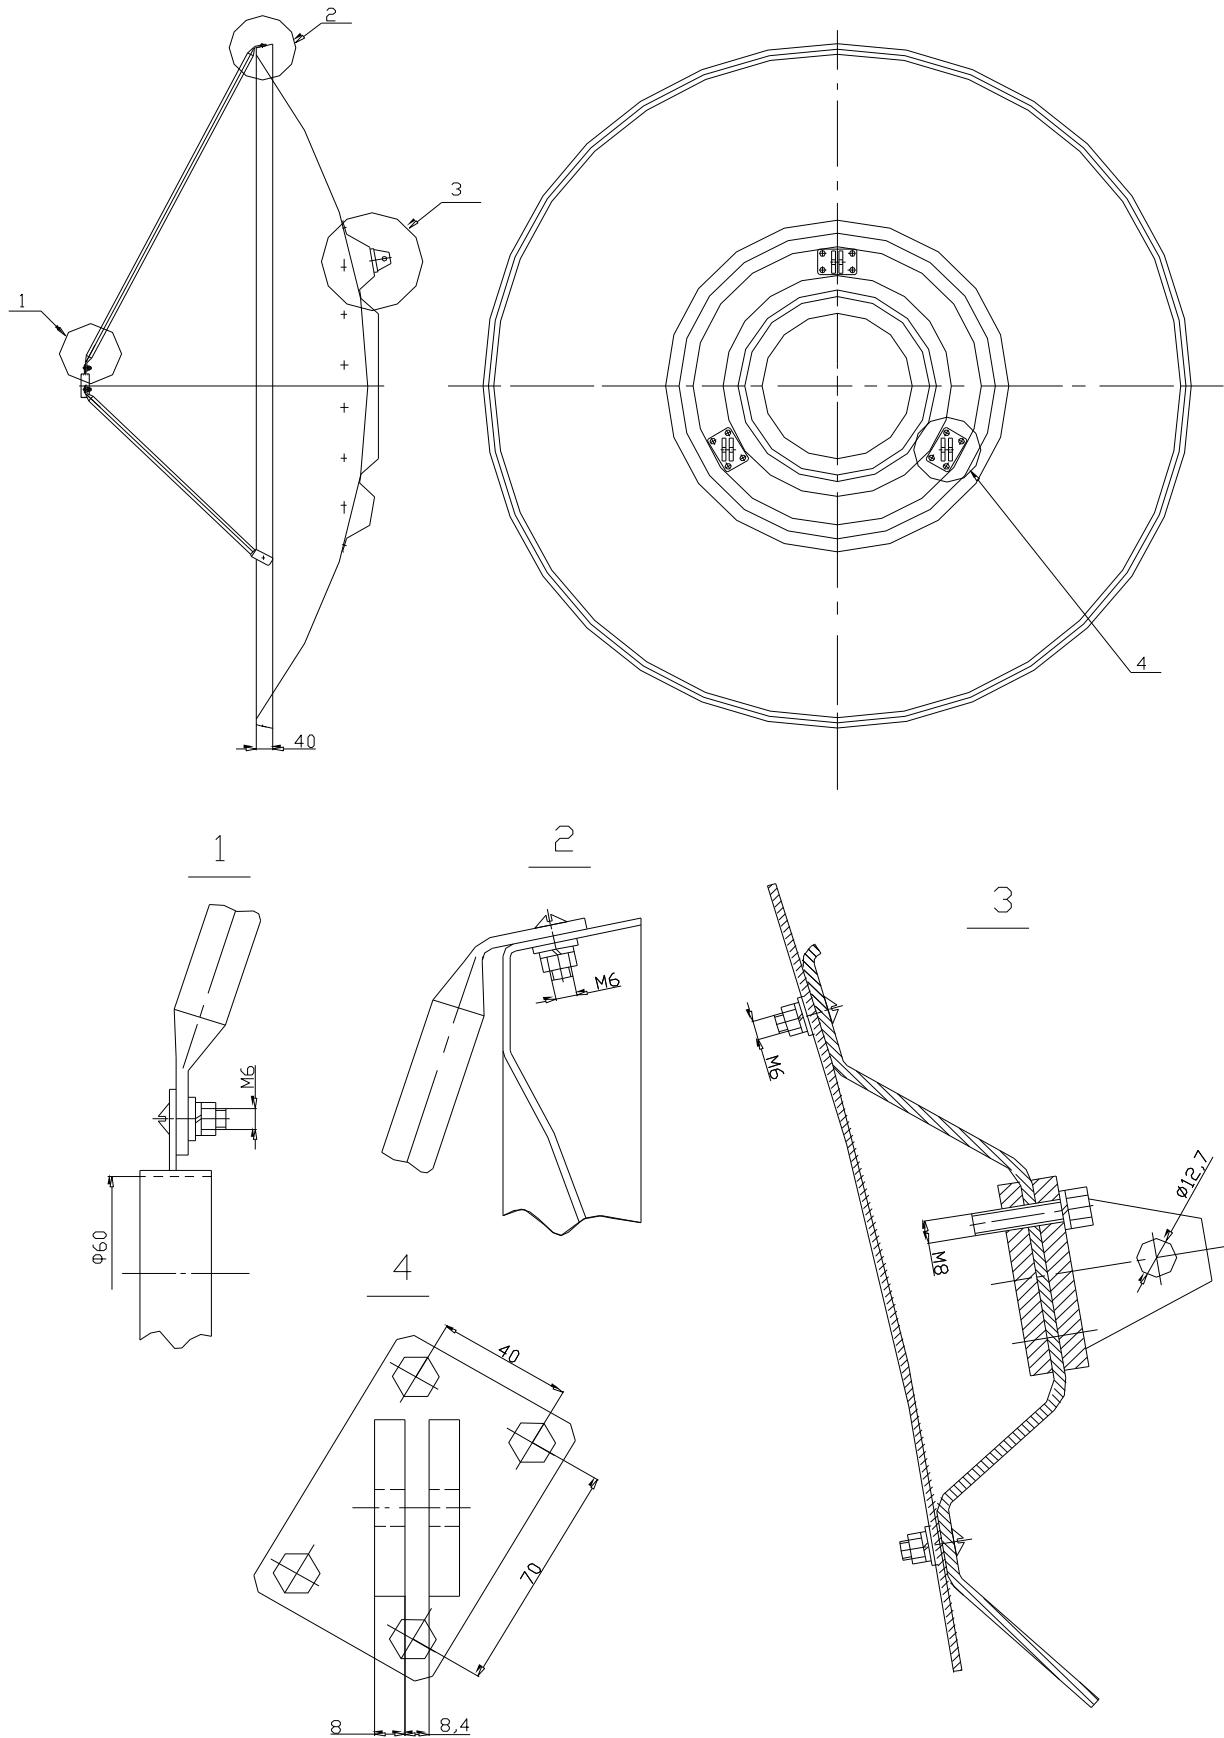

Рис.4.
- разобрать кронштейны ( отвернуть болты ) и закрепить кронштейны на подзеркальнике согласно (Рис.4, узел.3) , установив резьбовую пластину с внутренней стороны, а кронштейны с наружной стороны подзеркальника;
- совместить отверстия в подзеркальнике с отверстиями в рефлекторе и закрепить винтами M6 x 16 (см. Рис.4, узел.3).
4. Установить растяжки, для чего: закрепить один конец растяжки на рефлекторе винтом M6 x 16, а второй конец на держателе облучателя винтом M6 x 16 (см. Рис.4,узел 1 и узел 2).